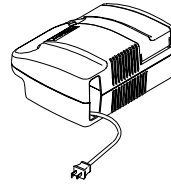

FIGURA 3 - UBICACION DEL CORDON ELECTRICO
7. Remueva el cordón de su compartimiento (**FIGURA 3**).